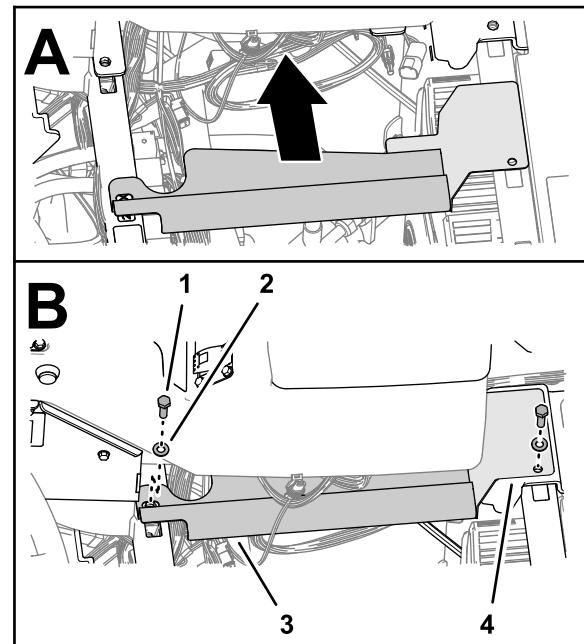

Figura 103
7. Alinee el orificio de la tapa inferior de la consola con el orificio del tubo de sujeción del amortiguador, y el orificio de la tapa del extremo de la consola con el orificio del tubo transversal (Figura 103).
8. Sujete las tapas a los tubos (Figura 103) con 2 tornillos (5/16" x 1") y 2 arandelas (5/16").